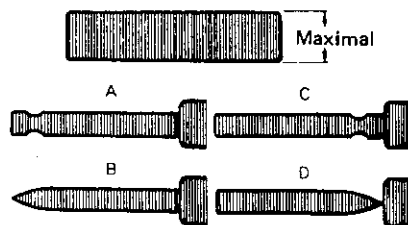

Abb. 2-24 Minimaler FM-Ausgangspegel
6. Ergibt sich eine FM-Amplitude ähnlich der von (A) oder (B) in Abb. 2-24, so muß die Höhe der Abspul-
7. Ergeben sich FM-Amplitudenformen entsprechend (C) oder (D) in Abb. 2-24, so ist die Höhe der Aufspul-